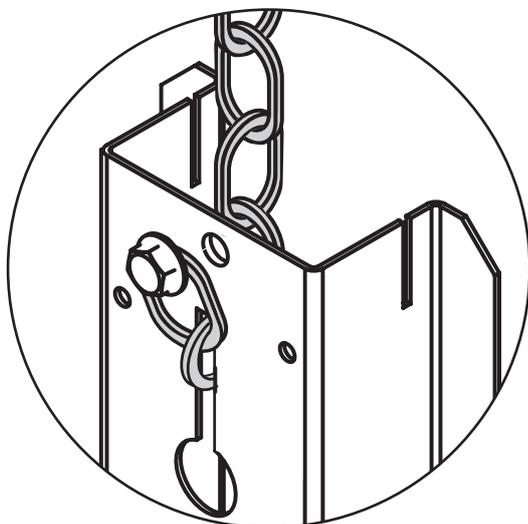
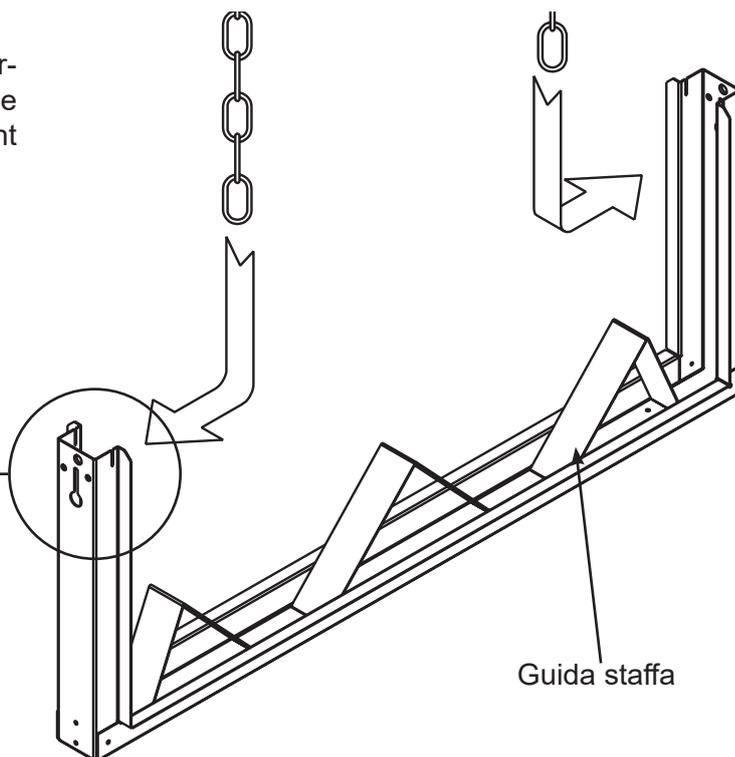

Fig. 4.20 Détail de la fixation de la chaîne
Fig. 4.19 Assemblage des supports de support de circuit
- 2) Fixez le support à la chaîne de suspension comme indiqué sur la figure 4.19 et verrouillez-le avec une vis (voir détail fig. 4.20).
- 3) Pour la capacité de la chaîne, consultez les poids de la courroie indiqués dans le tableau. 4.6 et la note de la fig. 4.20.